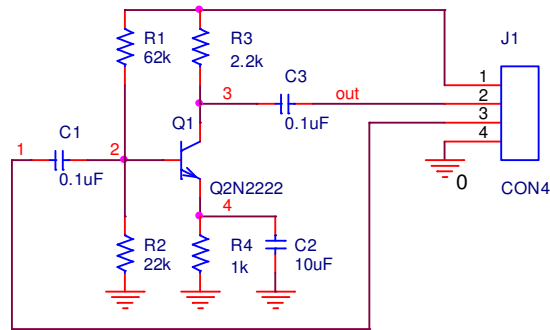

Fig. 12. Schema utilizată la realizarea cablajului (layout)
- Pentru a efectua această operație se elimină de pe schemă sursa de alimentare de c.c., generatorul de semnal sinusoidal și rezistența de sarcină. Se presupune că elementele de mai sus se conectează cu ajutorul conectorului J1 (fig. 12):